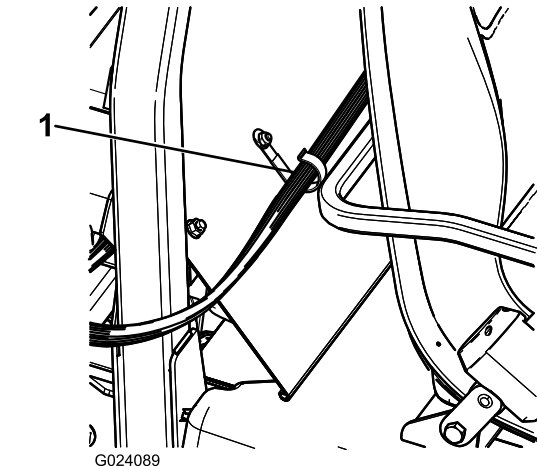

Bild 22
3. Befestigen Sie den Kabelbaum der Steuerkonsole mit den Hakenclips an der Konsole und der Überrollschutzabdeckung (Bild 22).